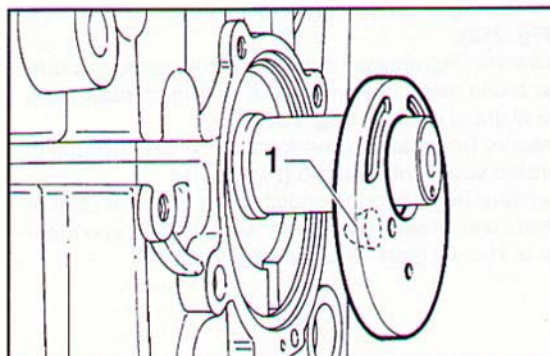

Fig. 248 ▲
- inserire il coperchio pompa olio dopo aver verificato la presenza del grano posteriore (1), che serve ad interrompere il moto centrifugo dell'olio (Fig. 248);
- make sure that the rear dowel (1) halting the oil centrifugal motion is present, then insert the oil pump cover (Fig. 248);